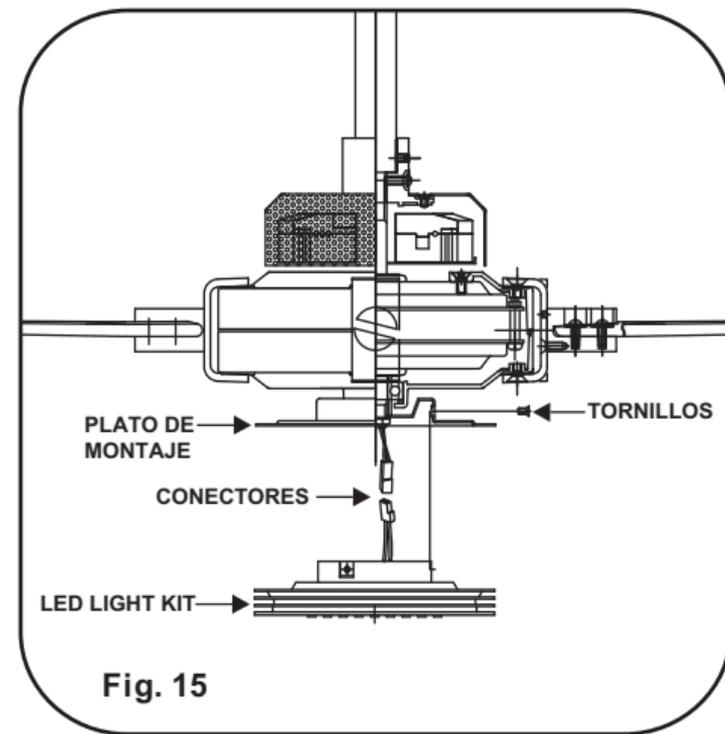

Fig. 15
Paso 3. Con cuidado empuje las conexiones dentro del lampara LED. Instale la lampara LED sobre el plato de montaje y asegurela con los 3 tornillos proveidos. Repita el proceso con las otras abrazaderas. (Fig. 15)